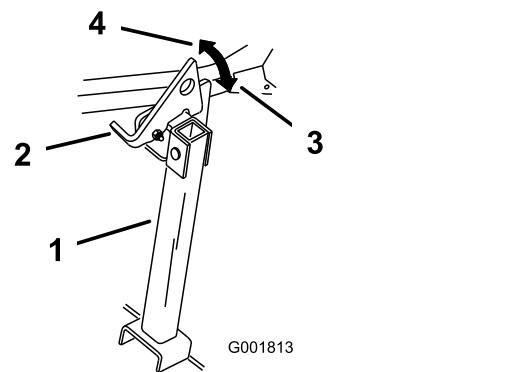

Figura 46
2. Alzate il dispositivo di chiusura per sbloccarlo (**Figura 46**).